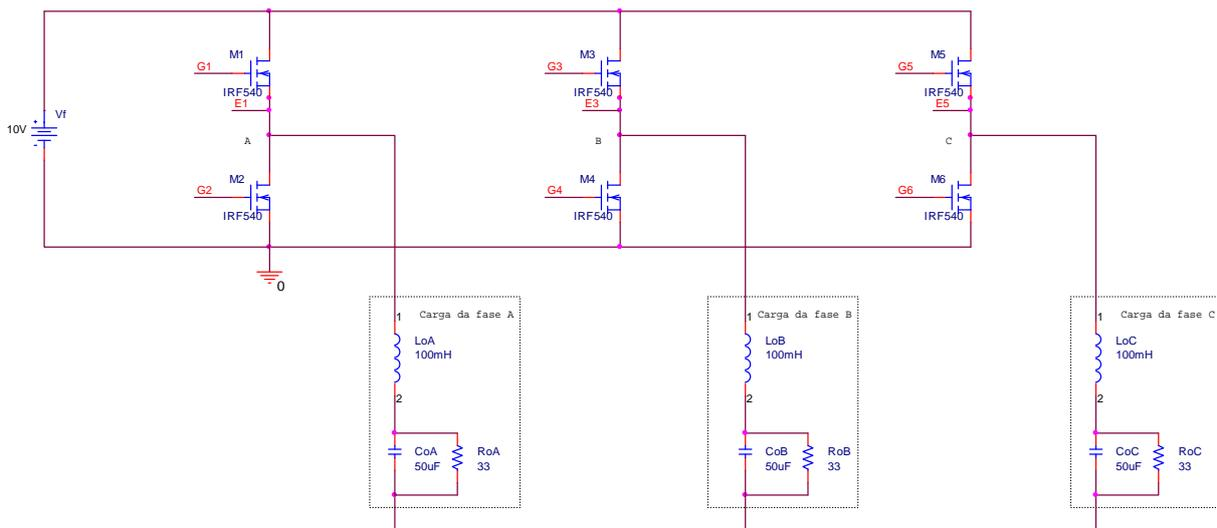

Figura 17 – Estágio de potência do inversor ponte completa trifásico PWM senoidal.
O estágio de potência é mostrado na figura 17. Note que as cargas estão conectadas em estrela (Y) e as mesmas, assim como o filtro de saída, são idênticos nas três fases do inversor.